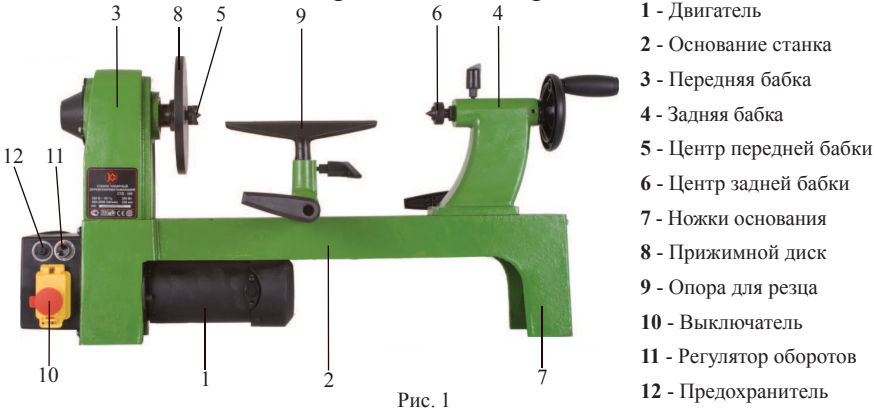

Рис. 1
3.1 Общий вид станка представлен на рис. 1
6.3. Необходимо надёжно зафиксировать станок болтами на верстаке, используя резьбовые отверстия в основании станка 7 (рис. 1).
6.4. Установите прижимной диск 8 (рис. 1) на переднюю бабку 3 (рис. 1).
6.5. Установите центр передней бабки 5 (рис. 1) и центр задней бабки 6 (рис. 1).